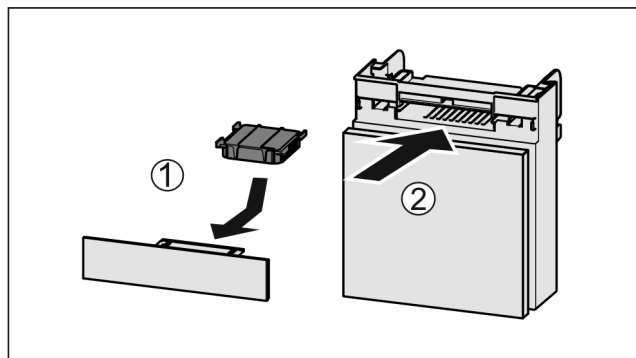

Fig. 34
- Aktivkohlefilter nach Abbildung einsetzen Fig. 34 (1).
- Fach einschieben Fig. 34 (2).